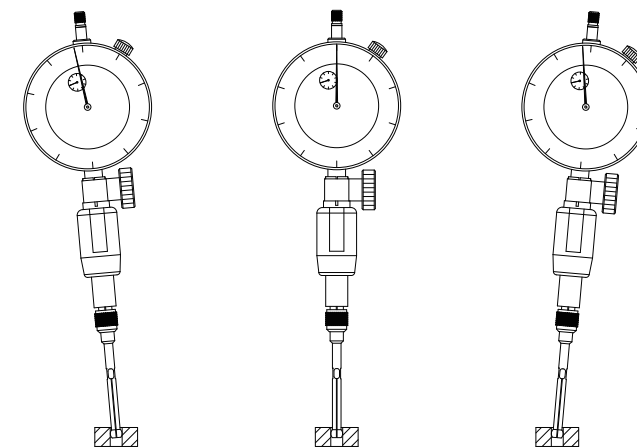

fig.2
(2) Selezionare un calibro ad anello uguale o simile al diametro nominale del foro misurato per calibrare il punto zero, inserire il calibro per diametro interno nel calibro ad anello di calibrazione, ruotare il calibro per diametro interno come illustrato nella fig. 2, individuare il 'punto di flesso' dell'indicatore (il valore massimo dell'indicatore a quadrante), regolare l'indicatore a quadrante in modo che la linea '0' coincida con il 'punto di flesso' dell'indicatore.